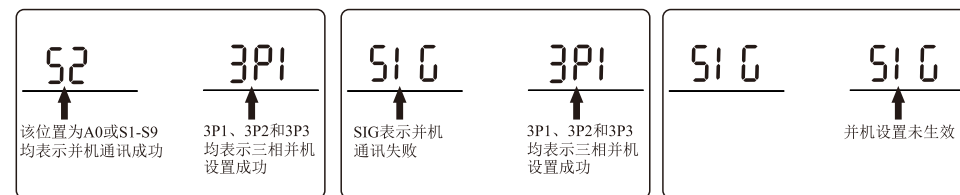

图4.1.2并机设置与通讯成功界面 并机设置成功，通讯失败界面 并机设置失败界面
步骤4: 闭合交流输入中所有线路的交流断路器，保持船型开关未闭合，唤醒并机系统，在LCD显示界面的P9的下一页中有指示，如图4.1.2，则表示三相供电系统安装完成。
1)发送“PAR2”回复“ACK”即为三相中的第一相设置成功。上电后参考LCD显示屏图4.1.2中判断是否设置OK。